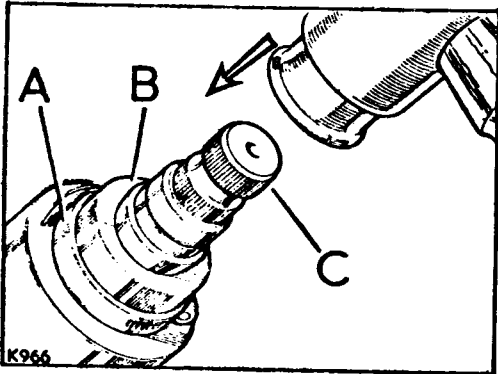

Fig. 61-76.- Posición del conjunto del eje en la caja.
- 3.14.- Retirar la abrazadera y seguir golpeando el eje hasta que los casquillos, B, (Fig. 61-76) queden correctamente alojados en la caja.